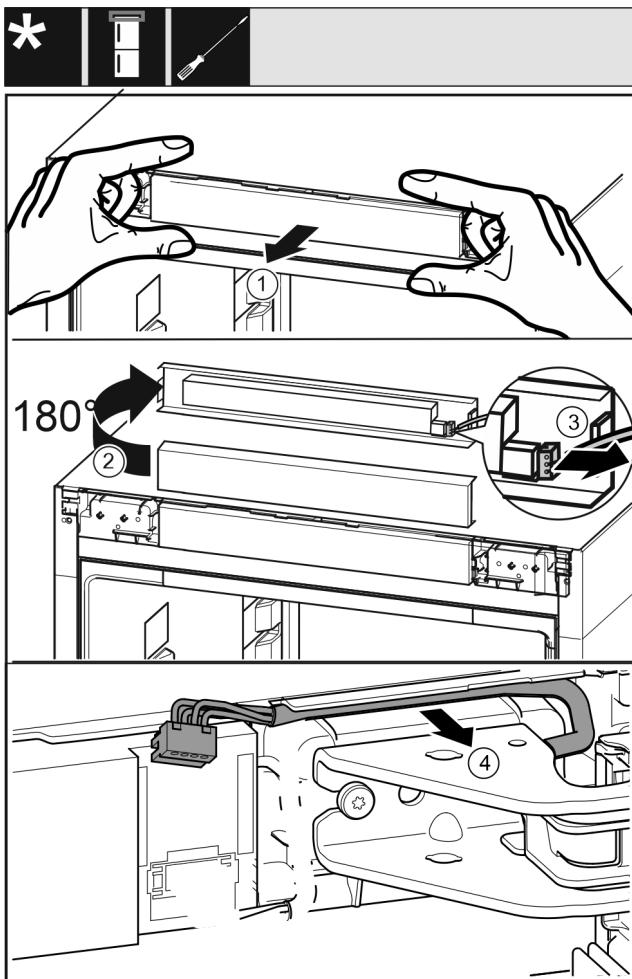

Fig. 6
- ▶ Obslužný kryt zariadenia opatrne uvoľnite dopredu. *Fig. 6 (1)*
- ▶ Obslužný kryt otočte nahor o 180°. *Fig. 6 (2)*
- ▶ Výstupok potlačte dozadu a opatrne vytiahnite zástrčku. *Fig. 6 (3)*
- ▶ Kábel nad ložiskovou konzolou opatrne uvoľnite z vedenia. *Fig. 6 (4)*